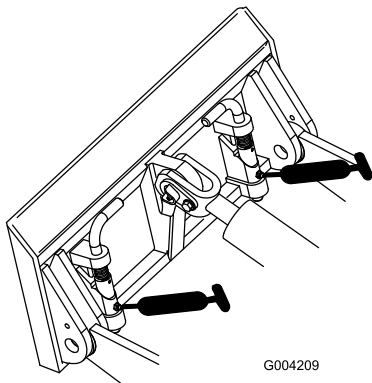

Figure 19
3. Raccordez une pompe à graisse à chaque graisseur (Figure 18 et Figure 19).